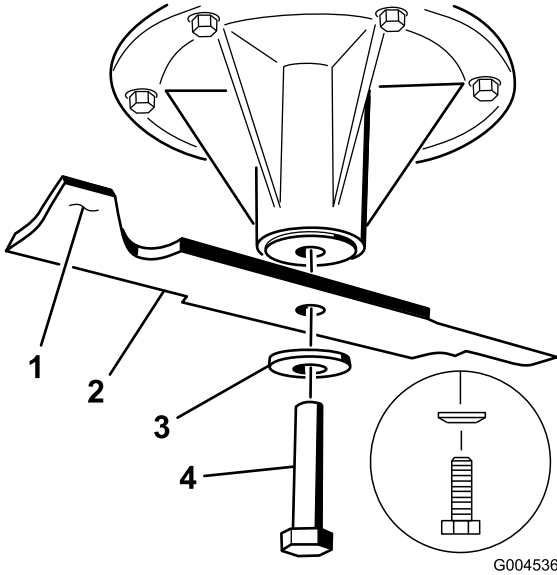

Figure 94
2. Enlevez de l'axe, le boulon, la rondelle bombée et la lame (Figure 94).
3. Si la lame est déséquilibrée, limez un peu l'extrémité de la partie relevée seulement (Figure 94).